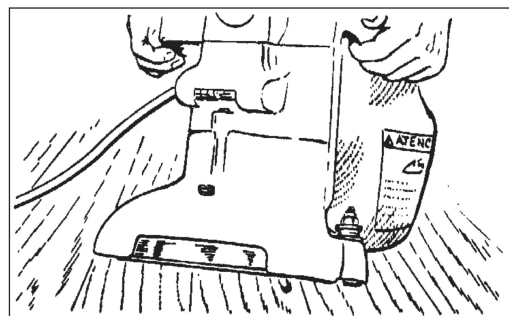

Figure 4
2. Retourner la machine en position verticale et pencher la machine en arrière sur les roulettes jusqu'à ce qu'elle vienne reposer sur le support de l'évacuation. La machine se trouvera en position basculée. Ne pas laisser la machine reposer sur le patin, surtout après utilisation, sinon une déformation sous pression risque de se produire dans l'élastomère du patin. Cela créera un endroit plat et un rebond pendant l'utilisation (Figure 4).
3. La machine étant en position basculée, saisir fermement les deux poignées et mettre le commutateur de commande sur "ON" (Figure 4).